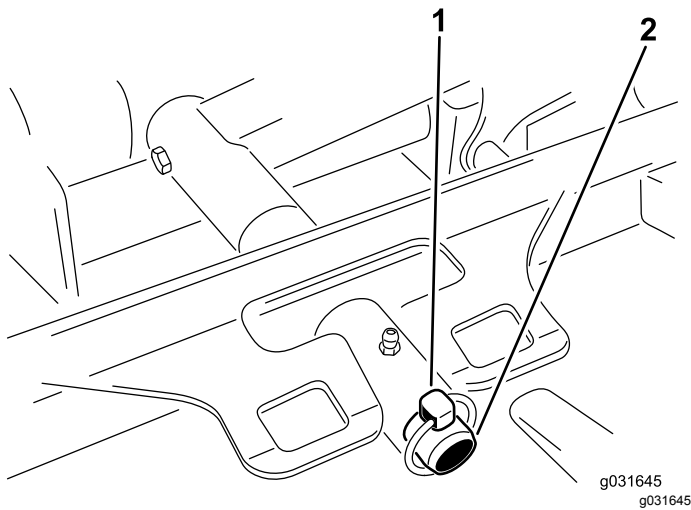

Figure 66
3. Retirez la goupille à anneau ou l'écrou de retenue qui fixe le bâti porteur du plateau à l'axe de pivot du bras de levage (Figure 66).
3. Poussez le bâti porteur du plateau de coupe sur la tige de pivot et fixez-le avec une goupille à anneau ou l'écrou de retenue (Figure 66).